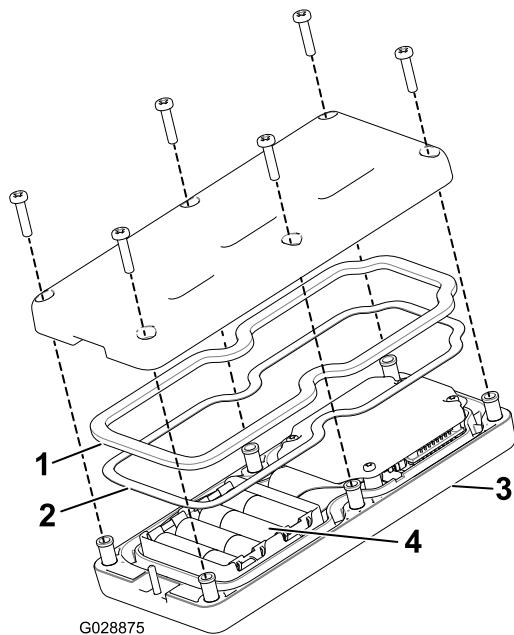

Figura 46
3. Retire los 6 tornillos de la parte trasera del control remoto y quite la tapa (Figura 46).
- Inserte cada batería nueva en su alojamiento observando la polaridad correcta. (Si las pilas se instalan de forma incorrecta, la unidad no resultará dañada, pero no funcionará.) El alojamiento lleva marcas de polaridad para cada terminal grabadas en relieve (Figura 46).
- Si quita la junta de goma o el obturador de acero por accidente, colóquelos de nuevo con cuidado en su lugar del control remoto de mano (Figura 46).
- Vuelva a colocar la cubierta y fíjela con los 6 tornillos que retiró anteriormente (Figura 46) y apriételos a entre 1,5 y 1,7 N·m.